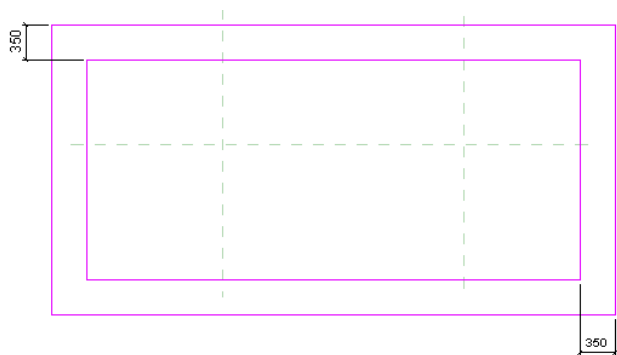

图 10-51 绘制轮廓线 (1)
6) 单击“创建”选项卡“形状”面板“拉伸”按钮, 打开“修改|创建拉伸”选项卡, 单击“绘制”面板中的“矩形”按钮, 绘制如图 10-51 所示的轮廓线。